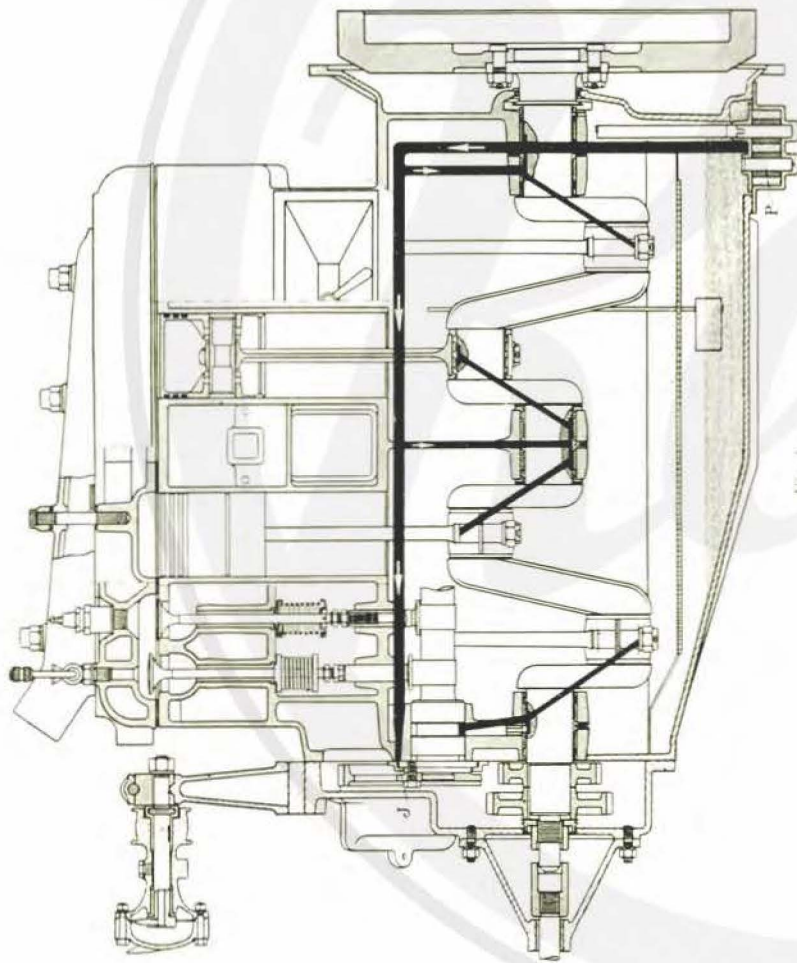
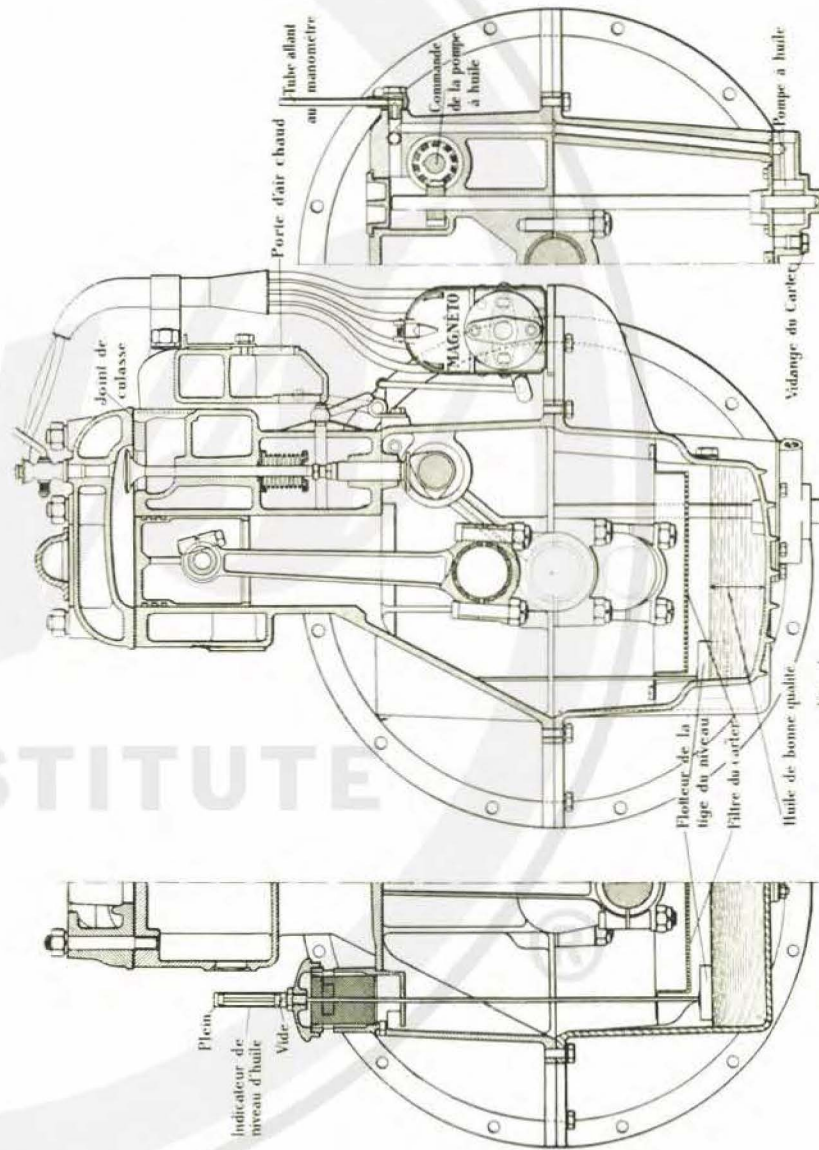
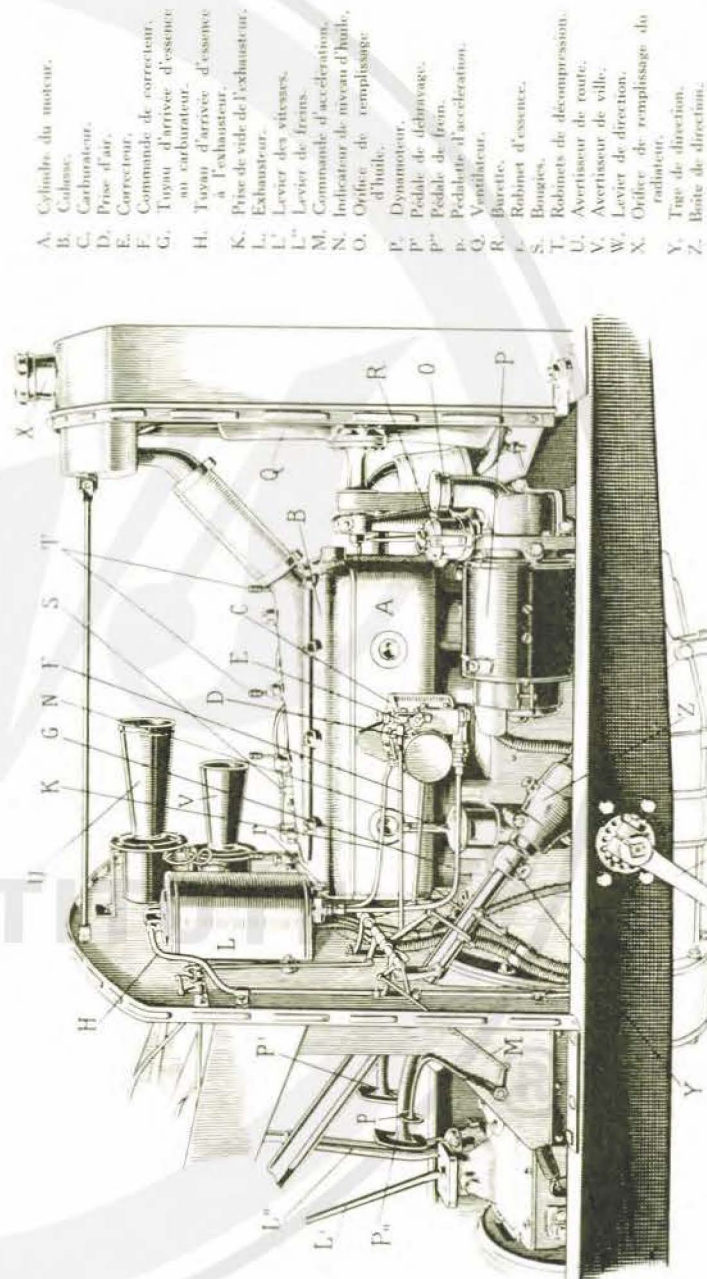

Fig. 3
Fig. 4
Fig. 5.
**MOTEUR** (figures 3 et 4) — Le moteur est un monobloc à quatre cylindres de 80 millimètres d'alésage et de 130 millimètres de course, à culasse rapportée: le joint métallo-plastique se trouve un peu plus haut que la fin de la course des pistons. La culasse se démonte facilement et, une fois enlevée, laisse
**Graissage** (voir figures 3 et 4) — Le graissage sous pression s'effectue grâce à une pompe à engrenages P, commandée par un axe vertical, dont le pignon d'attaque est visible en dévissant le regard, vissé sur la paroi horizontale supérieure du carter. (Dessin de droite, fig. 4).
La canalisation est indiquée sur la figure 3 par un trait noir. A l'extrémité du canal horizontal supérieur se trouve une petite fuite qui arrose les engrenages de la distribution, ceux de la commande de la magnéto et de la dynamo de lancement.
Sur les figures 4 et 5, on peut remarquer un indicateur de niveau d'huile; il suffit de tenir l'extrémité supérieure de la tige verticale en laiton environ vers la demi-distance de l'indication « vide » et de l'indication « plein », au moyen d'addition d'huile fluide neuve introduite par le bouchon de remplissage indiqué sur les mêmes figures. La quantité d'huile à introduire primitivement pour que le graissage se fasse bien mais sans excès, est d'environ 4 litres l 4.
*Employer de la bonne huile fluide en hiver, semi-fluide en été, en quantité juste suffisante.* Une huile de mauvaise qualité, ou simplement en excès, produit des encrassements accentués amenant des allumages à contre-temps qui détruisent la puissance du moteur. L'introduire par la cheminée venue sur le couvre-roue de la dynamo (voir figure 5). Un manomètre fixé au tablier (voir figure 13) sous les yeux du conducteur, permet à ce dernier de s'assurer, à chaque instant, que le graissage fonctionne d'une façon normale. Quand, en marche, l'aiguille reste immobile, visitez votre graissage. Enlevez le bouchon vissé, fig. 4, pour observer la commande; si vous ne remarquez rien, enlevez la pompe après avoir vidangé votre carter.